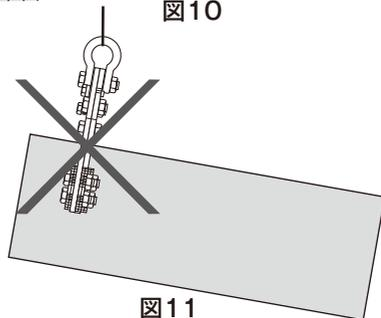

図11
- ◆ 重心のずれた吊り方はしないで下さい。グリップ位置がずれて、落下事故の恐れがあります。(必ず2点吊りとし、バランスを保つようにして下さい。)(図11)